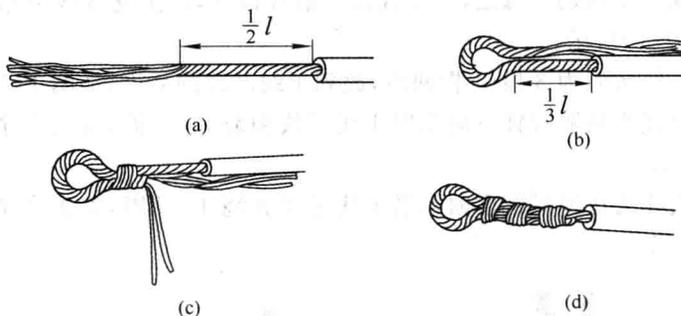

图 1-9 多股芯线压接圈的弯法
对于截面积 $< 10 \text{ mm}^2$ 的多股芯线压线圈的弯法如图 1-9 所示。
(1) 把离绝缘层根部 $1/2$ 长的芯线重新绞紧,越紧越好,如图 1-9(a)所示。
(2) 绞紧部分的芯线,在离绝缘层根部 $1/3$ 处向外折角,最终弯成圆,捏平余下线端,使两芯线平行,如图 1-9(b)所示。
(3) 把散开的芯线按 2 根、2 根、3 根分成三组,按照多股芯线的直接连接法绕制,如图 1-9(c)所示。
(4) 如图 1-9(d)所示为最后缠成的 7 股芯线压接圈。